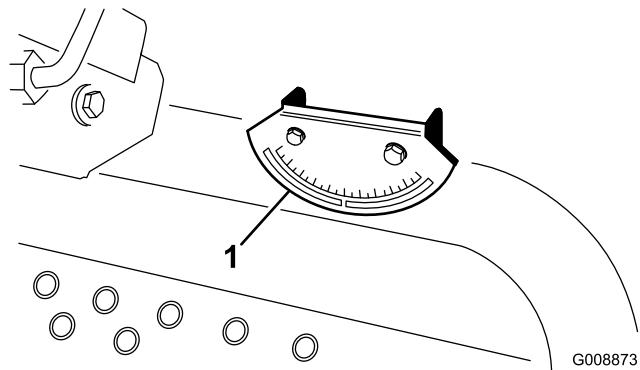

図 6
2. 機体のクロスピーム（燃料タンク脇）に携帯斜面計（付属品）を置いて、機体が水平になっていることを確認する（図 6）。このとき、運転席に座った状態で、機体に装着されている傾斜計の読みが 0° であれば問題ない。